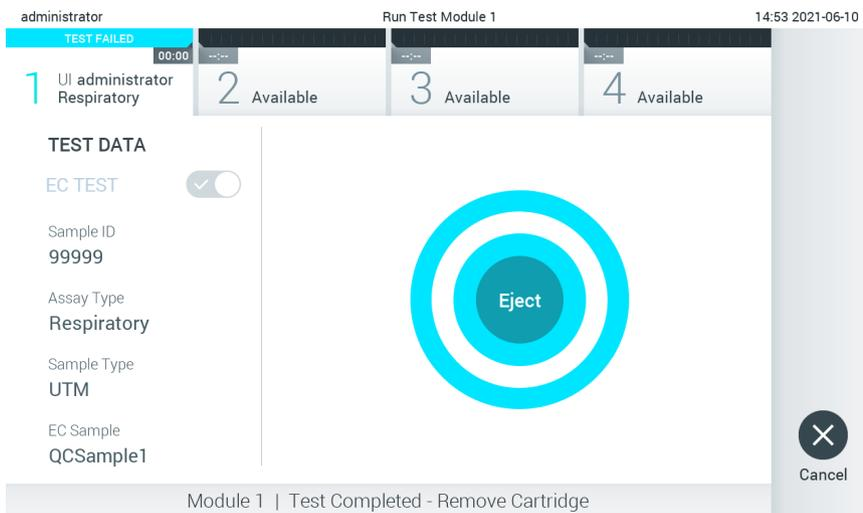

Figure 96. Affichage de l'écran Eject (Éjecter).
11. Une fois le test terminé, l'écran Eject (Éjecter) apparaît (figure 96). Appuyez sur  Eject (Éjecter) de l'écran tactile pour retirer la cartouche de dosage QIAstat-Dx et la mettre au rebut en tant que déchet biologique dangereux, conformément à toutes les réglementations et lois nationales, régionales et locales en matière de santé et de sécurité.